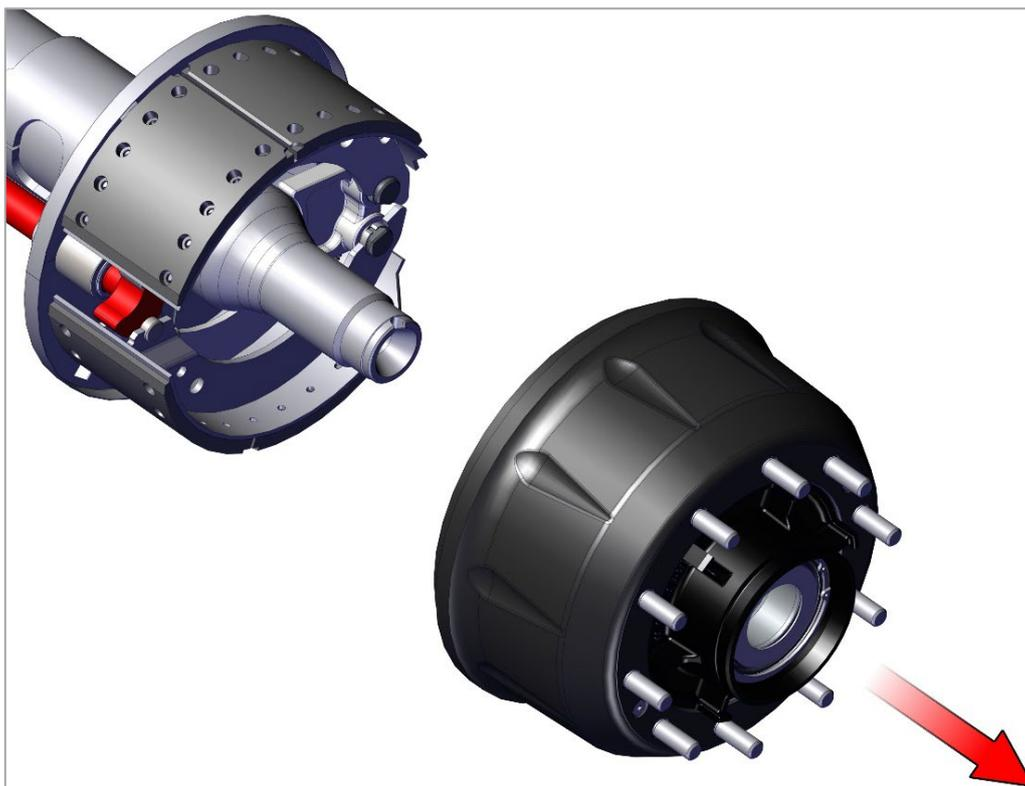

Рис. 6.2. Снятие сборочного узла ступицы и барабана
4) Извлеките сборочный узел ступицы и барабана. Категорически запрещается снимать барабан, не сняв предварительно колесо (рис. 6.2);